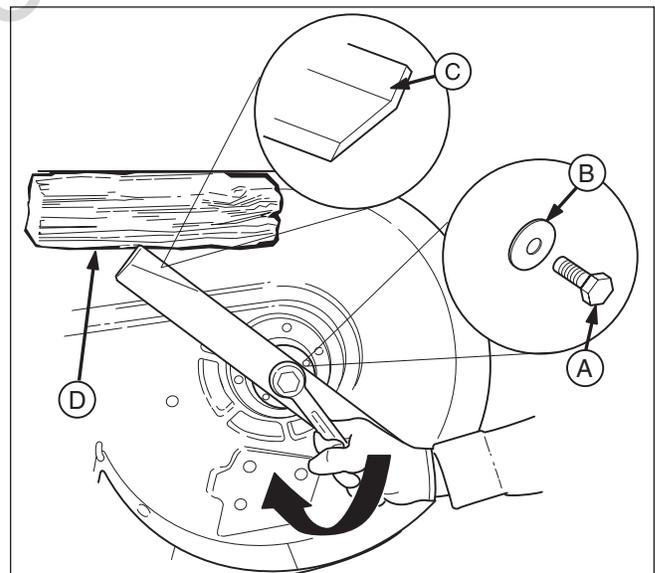

Figura 23. Apriete de las cuchillas del cortacésped para la instalación
1. Vuelva a instalar cada cuchilla del cortacésped con los elevadores por aire apuntando hacia arriba hacia la plataforma del cortacésped como se muestra en la Figura 23. Fíjelas con el perno de montaje de las cuchillas del cortacésped y una arandela plana (**A y B**, **Figura 23**).